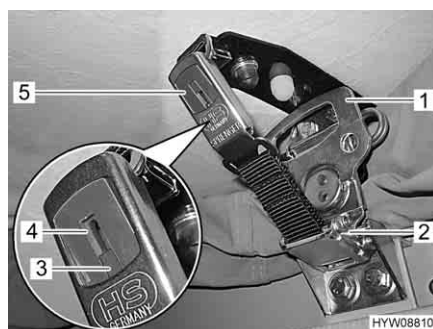

Fig. 38 Bloccaggio del tetto a soffietto
- Spingere il cursore rosso (Fig. 38,3) verso l'alto premendo sui due lati, quindi premere sulla linguetta grigia (Fig. 38,4). La serratura a scatto (Fig. 38,5) si apre.
- Eseguire mezza rotazione in senso antiorario sui due lati della maniglia (Fig. 38,1) della serratura rapida (Fig. 38,2). Il bloccaggio si sblocca. Il tetto a soffietto si sposta di un pezzo in alto e rimane in questa posizione.